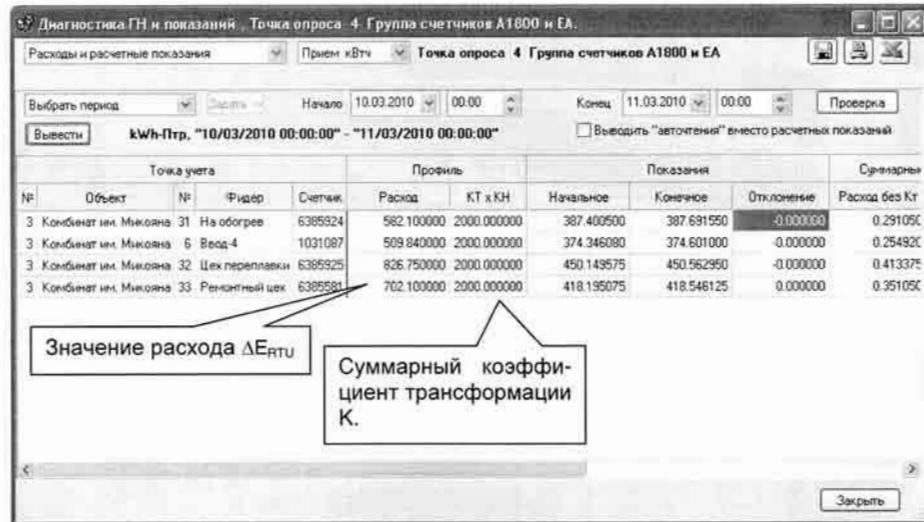

Рисунок 13. Значение расхода за период авточтения и суммарный коэффициент "K".
- С помощью ПО “Коммуникатор АльфаЦЕНТР” вызвать форму “Диагностика ГН и показаний”->“Расходы и расчетные показания”. Задать период, указав в полях “Начало” и “Конец” дату/время предпоследнего и последнего “автоточтений” счетчика. Вывести расход по каждому счетчику за указанный период, вычисленный суммированием интервальных расходов профиля (ΔE_{RTU}). Значение расхода ΔE_{RTU} находится в колонке “Профиль->Расход”(Рисунок 13).
Значение коэффициента K находится в колонке "КТ x КН" (рисунок 13).